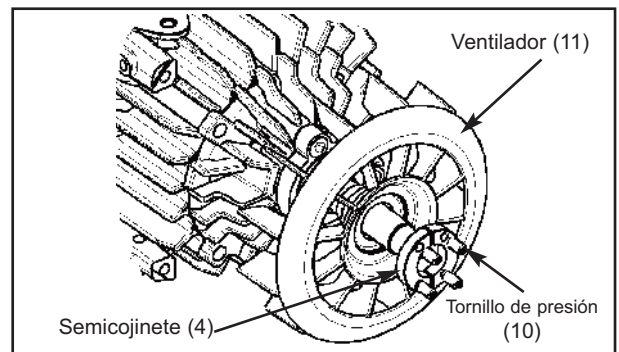

Figura 12
3. Afloje los cuatro tornillos de presión M8 (10) que mantienen el semicojinete y retírelo (4) ; ver la figura 12.